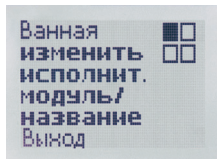
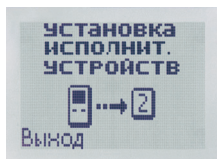

Рис. 26
Рис. 27
Перейдите в меню изменения названия исполнительного модуля (рис. 26). Вы можете либо подключить очередной модуль, либо заменить уже подключенный к системе. Это осуществляется вращением диска энкодера.
Если установка исполнительных модулей завершена, нажмите кнопку возврата. Вы вернётесь в меню «Установка исполнительных устройств» (рис. 27).
1. Войти в пункт меню «изменить/установить исполнительный модуль» (рис. 26), нажать сервисную кнопку и выбрать пункт «Установка исполнительных устройств» (рис. 27) с помощью энкодера;